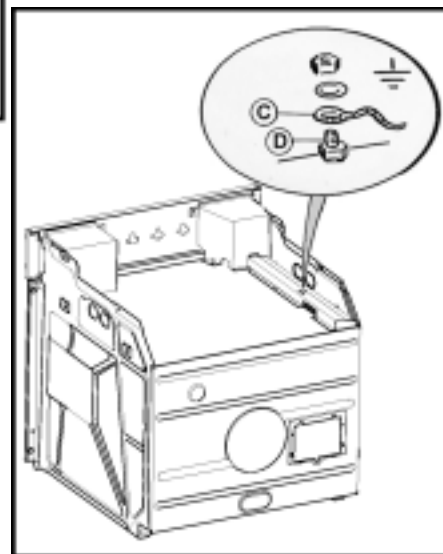

Fig. 10
- Branchez le fil de terre "**C**" de la table de cuisson au four "**D**" comme indiqué (fig. 10).